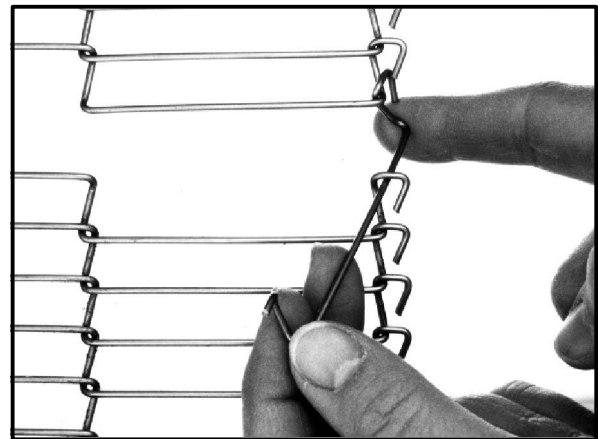
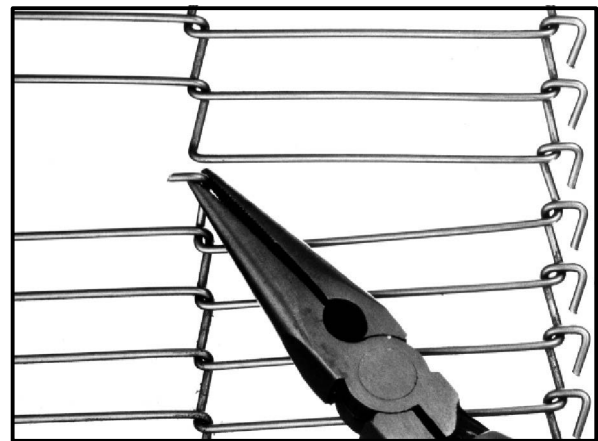

Figure 13
Figure 14
5. Installez les liaisons principales externes. Reportez-vous aux Figure 13 et Figure 14.